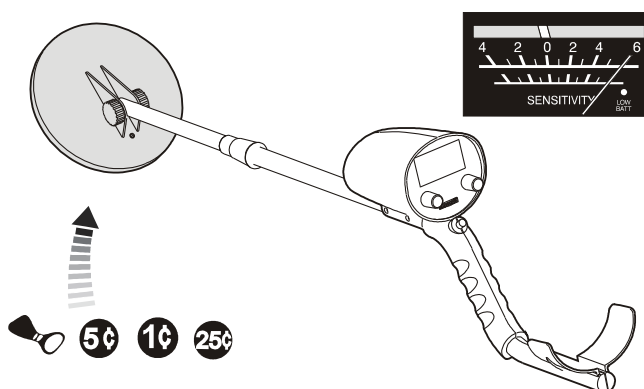

Figura 12
- Permita que outros metais não ferrosos se aproximem da bobina de busca para que o ponteiro do medidor se desvie para a direita e o som fique mais alto. (Figura 12)